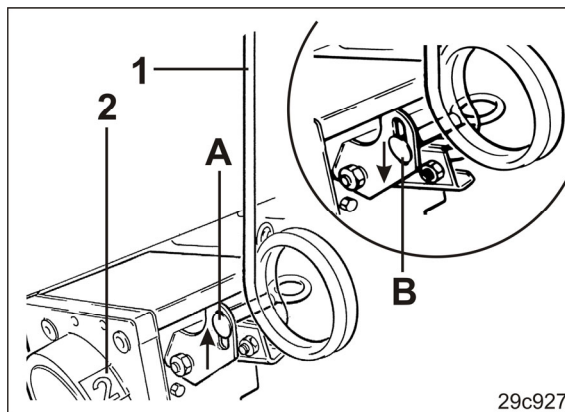

Fig. 208
2. Puxar a alavanca de comando (Fig. 208/1) da caixa de controlo, quando na janela da caixa de controlo aparece o número "0" (Fig. 208/2).
3. Soltar o parafuso de aperto (Fig. 208/A) e empurrar no furo oblongo para baixo e apertar bem (consulte Fig. 208/B).
O contador de sulcos de marcha (Fig. 208/2) não pode indicar "0". Caso contrário são criados constantemente sulcos de marcha.